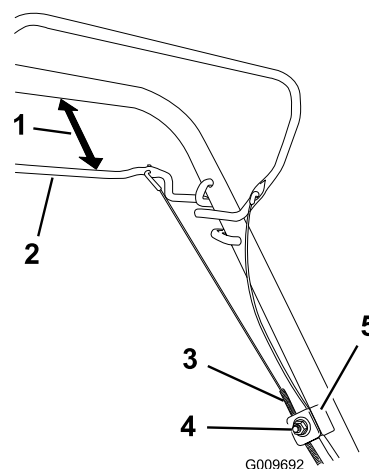

Figura 32
- Desaperte porca de suporte do cabo (Figura 32).
- Segure na alavanca autopropulsora a 25 a 38 mm do manípulo (Figura 32).
- Puxe o invólucro do cabo (para máquina) até não haver folga no cabo (Figura 32).